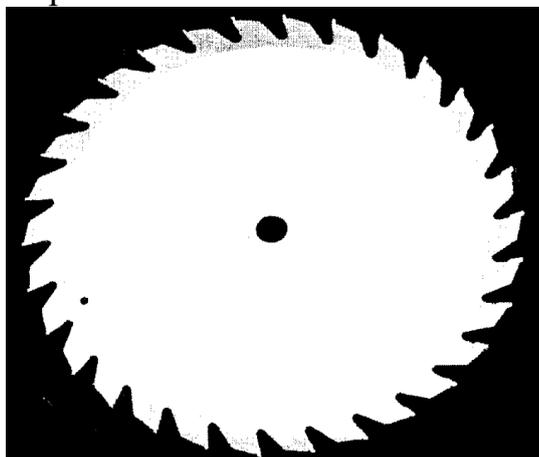

Рис. 2 Пила для продольной резки
1. Пила для продольной резки: используется для резки по зернистости. Как правило, пилы для продольной резки имеют профиль шлифовального зуба с плоской вершиной и большие углубления между зубьями для удаления стружки большого размера. См. Рис. 2.